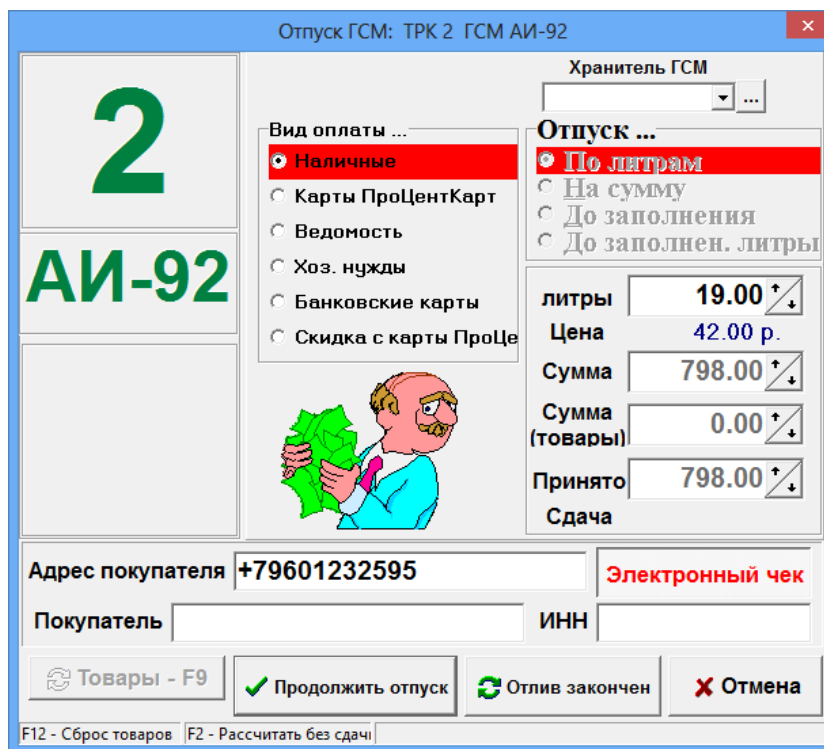
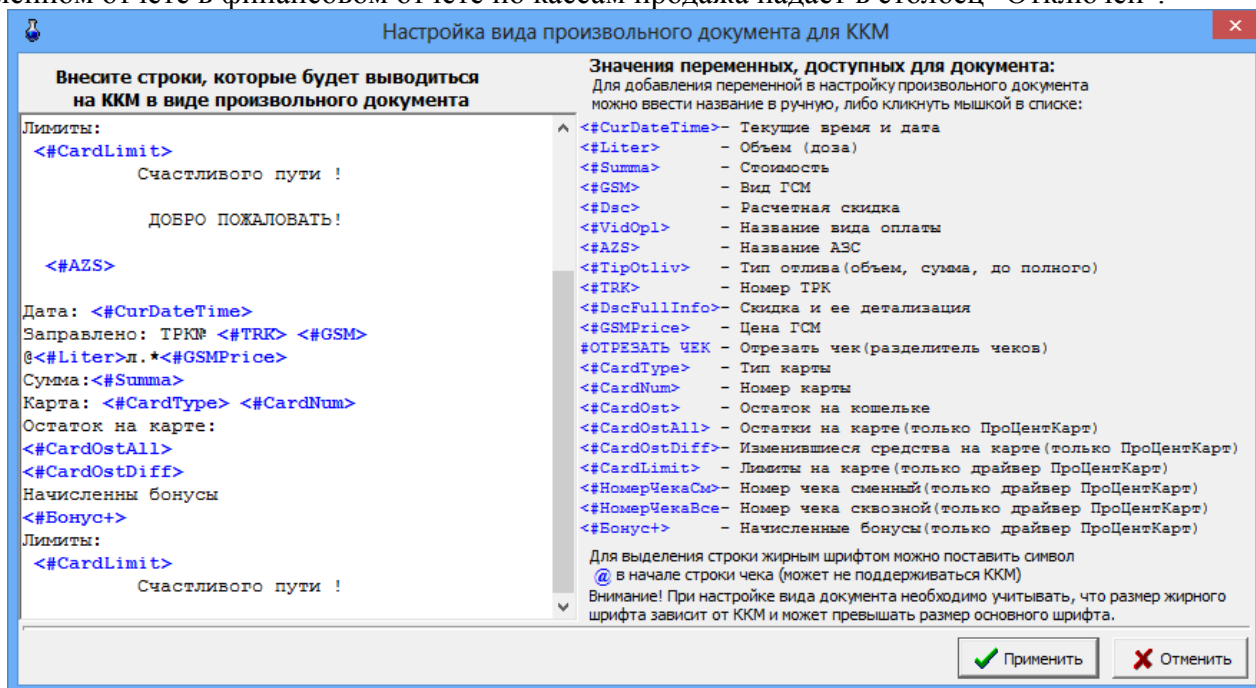

Рис. 19
Рис. 20
Для останова всех активных ТРК нажмите клавишу «F2». На экране появится окно-подтверждение (рис.19). Для останова нажмите клавишу «Enter».
Для продолжения отпуска ГСМ оператор в рабочем окне должен нажать клавишу с номером ТРК, например клавишу «1» или выполнить щелчок левой кнопкой мыши на ТРК. На экране появится окно «Отпуск ГСМ» (рис. 19).
Для продолжения отпуска щелкните кнопку «Продолжить отпуск» (нажмите клавишу «Enter»). ТРК опять станет активной (рис.19). Когда счетчик отпуска ГСМ достигнет заданного значения и пистолет будет повешен, ТРК вернется в состояние ожидания (станет серой).
Рис.19а
При оплате картой в окне оператора появится сообщение, соответствующее рис.19б. Вставьте карту. Для терминалов Сбербанк и «ПроцентКарт» далее появится окно рис.19в, введите PIN код карты клиента, и нажмите «Ввод».
Рис.19б
Рис.19в
**Примечание.** Текст в произвольном документе (чеке) «ПроцентКарт» настраивается в меню Настройка\Настройка безналичного чека ПроцентКарт (или Настройка дисконтного чека ПроцентКарт). При использовании бонусной карты можно выводить в чек количество начисленных бонусов за каждую покупку (переменная «Бонус+» рис.20).
ПТК АЗС при обслуживании топливной карты «ПроцентКарт» (выпущенной для данного контрагента) будет выдаваться после ввода пин-кода (окна рис.19в) дополнительное сообщение с указанием имени держателя карты (номера машины) и наименования контрагента (рис.20а). Кассир должен визуально сравнивать номер машины в окне подтверждения и реальный номер машины и при совпадении нажать «Да» для продолжения операций с картой.
Рис.20а